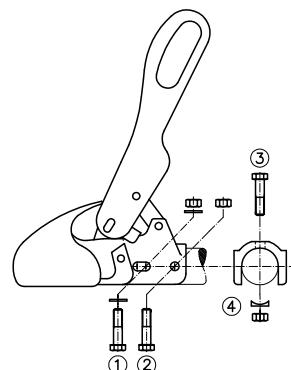

Figura 3: Conexión
entre orificios de 40 mm. (Figura 3) El material de fijación no pertenece al volumen de suministro.
2.2 Cuando el enganche esférico de tracción WS 3000/3500 se emplea como sustituto de otro tipo de enganche, en la instalación de inercia se debe observar, que el amortiguador vuela a ser montado reglamentariamente y los tubos distanciadores eventualmente existentes en el tubo de tracción sean enhebrados correctamente. Como elemento auxiliar en el WS 3000-D por favor emplear el perno suministrado Ø 12x34 mm o Ø 12x49 mm según el diámetro de la barra de tracción. En el WS 3500-D Ø 14x63 mm. Como elemento auxiliar emplear por favor el perno suministrado de Ø 12x34 mm o Ø 12x49 mm según el diámetro de la barra de tracción. Emplear el perno como extractor durante el desmontaje del tornillo de fijación (2) o (3) (Figura 3) según el tipo de fijación del amortiguador y dejarlo colocado durante el desmontaje/montaje del enganche esférico de tracción para el centrado del amortiguador en el tubo de tracción. Al colocar el nuevo tornillo de fijación, volver a retirar el perno.